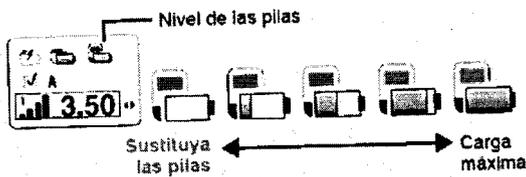

Figura 7.1 Nivel de las pilas del programador del paciente en la pantalla **Terapia**.
2. Compruebe el nivel y el estado de las pilas del programador del paciente. La pantalla **Terapia** muestra un icono que indica el nivel de carga de las pilas del programador del paciente (Figura 7.1).